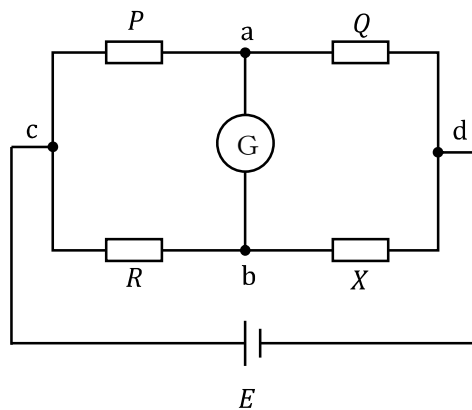

図 3－1
- (3) 図 3－1 に示す回路で a－b 間に電流が流れない条件は (③) となる。